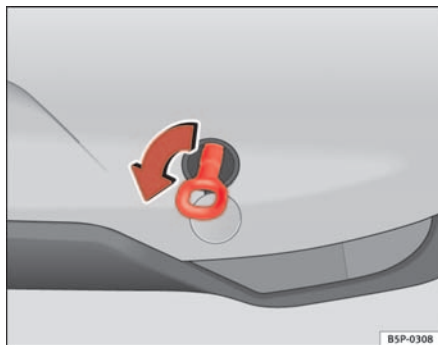

Fig. 206 Enroscar a argola de reboque de trás
- Aparafuse a argolla até ao batente para a *esquerda*, no sentido indicado pela seta ⇒ página 277, fig. 206.
- Aparafuse a argolla até ao batente para a *esquerda*, no sentido indicado pela seta ⇒ **fig. 206**.